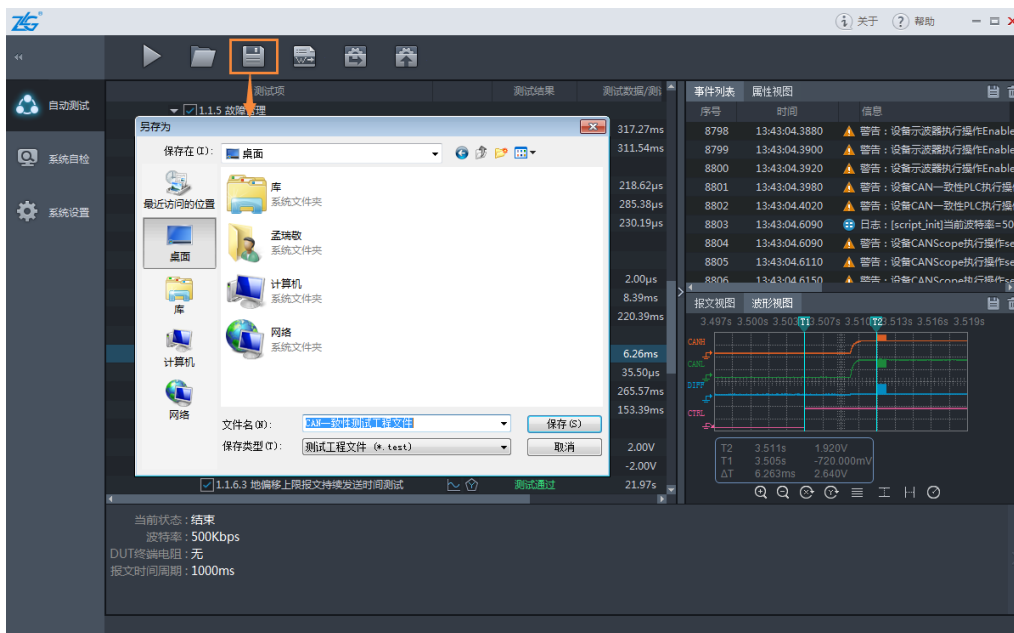

图 5.14 保存工程文件
如图 5.14 所示，工程文件保存流程为：①点击“保存”图标，弹出“另存为”对话框；②设置好保存路径、文件名等设置后保存即可；③点击“打开”图标，可再次查看保存的工程文件，该工程文件是以.test 为后缀名的文件。